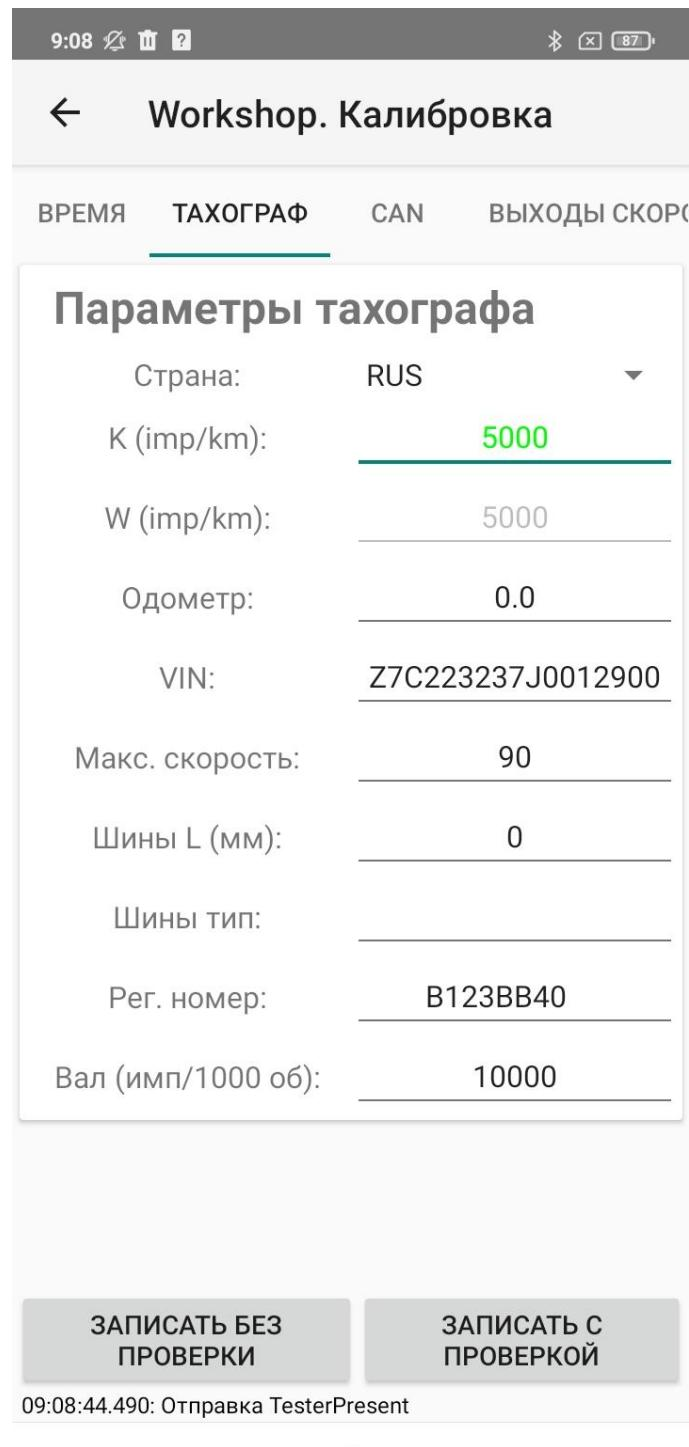

Рисунок 17. Запись нового К-фактора
14. В качестве примера, произведем изменение К-фактора тахографа. Измененное поле отображается зеленым, если введено корректное значение. Если в поле записано значение, невозможное для записи, то поле будет подсвеченено красным и будет недоступно для записи. Доступны две кнопки: «Записать без проверки» - просто запись данных, «Записать с проверкой» - запишет данные в тахограф, затем полностью вычитает новые данные из тахографа и сверит то, что отправленные данным соответствуют принятым. Рисунок 17.